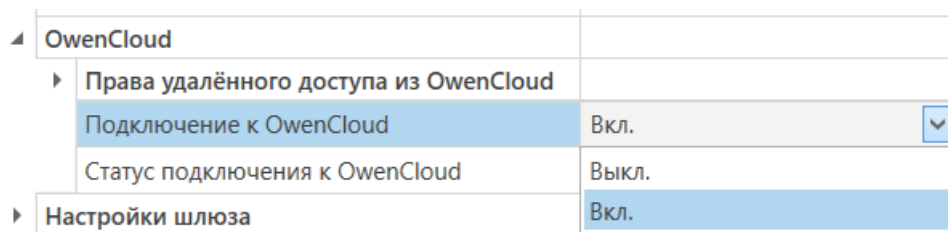

Рисунок 7.4 – Настройка автоматического подключения к облачному сервису
2. Задать значение **«Вкл.»** в параметре **«Подключение к OwenCloud»** (рисунок 7.4).